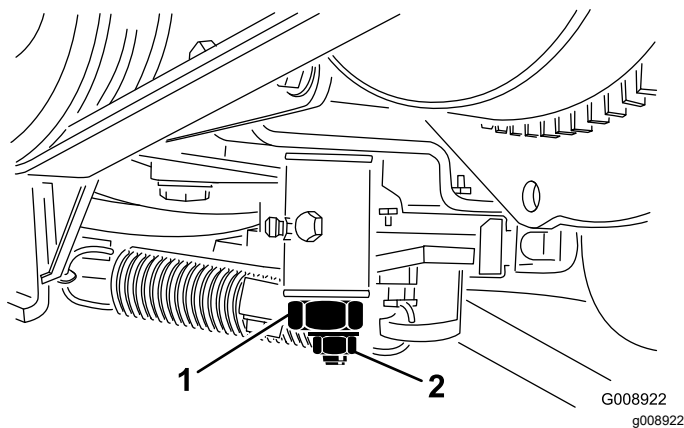

図 57
4. トラクション調整カムのロックナットをゆるめる (図 57)。